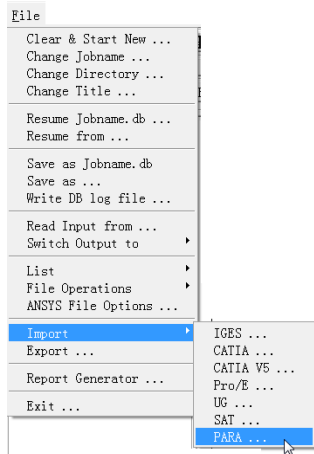

图 3-21 输入 PARA 文件
③ 打开确认对话框，单击“**Yes**”按钮。
② 改作业名为“**replace**”。
① 选择实用菜单 **Utility Menu: File > Change Jobname...**。
② 打开“**Change Jobname**”对话框，在文本框中键入“**replace**”作为新的作业名，然后单击“**OK**”按钮。
③ 输入“**replace.x_t**”实体参数文件。
① 选择实用菜单 **Utility Menu: File > Import > PARA...**，如图 3-21 所示。